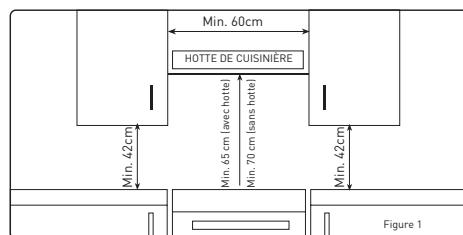

Figure 1
- Les hauteurs minimales entre le support de plateau et les placards et les hottes de cuisine avec ventilateur sur le produit sont présentées dans la figure 1. Ainsi, la hotte de cuisine doit être à fixée à une hauteur minimale de 65 cm du sup port de tableau. S'il n'y a pas de hotte, la hauteur ne doit pas être inférieure à 70 cm.